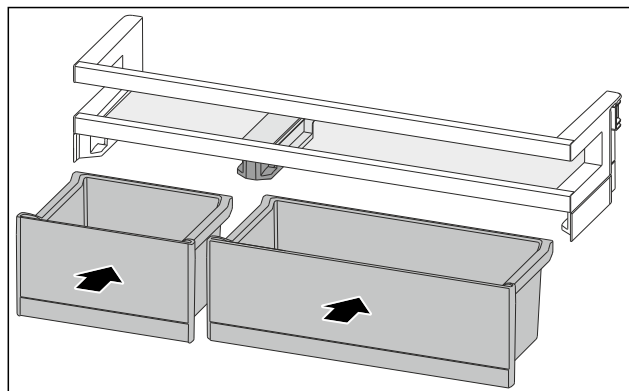

Fig. 108
- ▶ Helyezze be a VarioBoxokat a megcserélt sorrendben. (lásd Fig. 108)